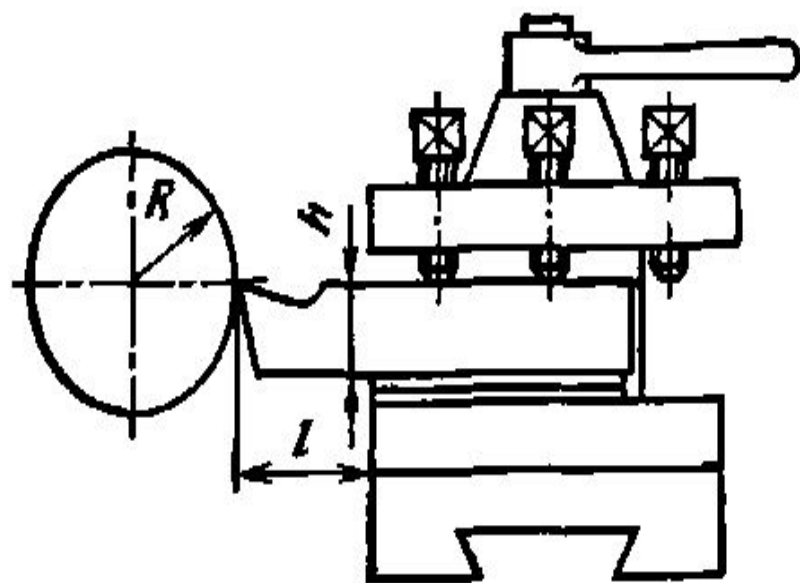

Рис. 12. Схема установки резца на станке
1) вылет резца  $l$  должен быть небольшим (рис. 12); а) для проходного резца при креплении заготовки в патроне  $l=1,5h$ , где  $h$  — высота державки резца; б) при обработке в центрах  $l=0,5D_{\text{п}}$ , где  $D_{\text{п}}$  — диаметр пиноли задней